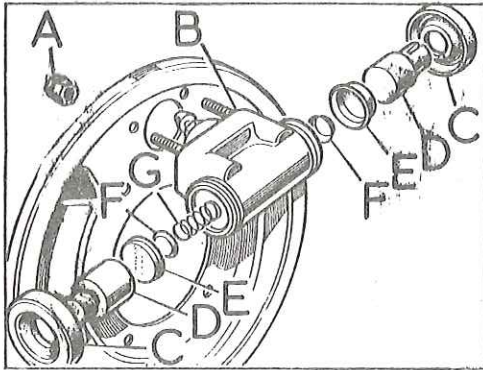

Fig. H-46 Cilindro de rueda
- 1.2. Soltar las tuercas, A (Fig. H-46) y separar de la placa de anclaje el cilindro de rueda, B, desmontando seguidamente las tapas guardapolvos, C, émbolos, D, empaquetaduras, E, soporte de las empaquetaduras, F, y muelle, G, así como el tapón y tornillo de purga con la bola de la válvula.